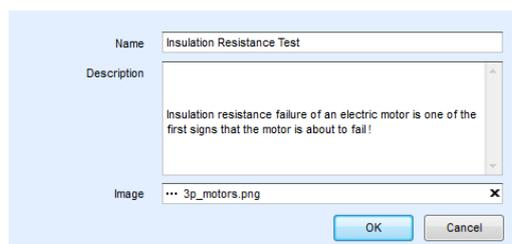

Abbildung D.6: Bearbeiten der Auto Sequence®-Kopfzeile
**Auto Sequence®:** Bearbeiten von Name, Beschreibung und Bild (siehe Abbildung D.6).
Wenn die Funktion BEARBEITEN für eine Auto Sequence® ausgewählt wurde, wird das in *Abbildung D.6* abgebildete Menü für das Bearbeiten angezeigt. Die Bearbeitungsoptionen lauten: